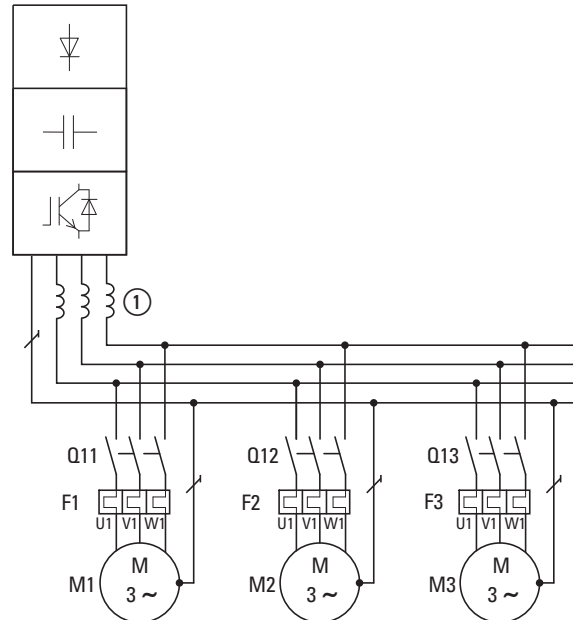

Abbildung 12: Parallelschalten mehrerer Motoren an einem Frequenzumrichter
Um die Stromverzerrung zu verkleinern, sollten Sie Motordrosseln (siehe hierzu ① in Abbildung 12) im Ausgang des Frequenzumrichters einsetzen (→ Abschnitt 9.8, „Motordrosseln“, Seite 185).